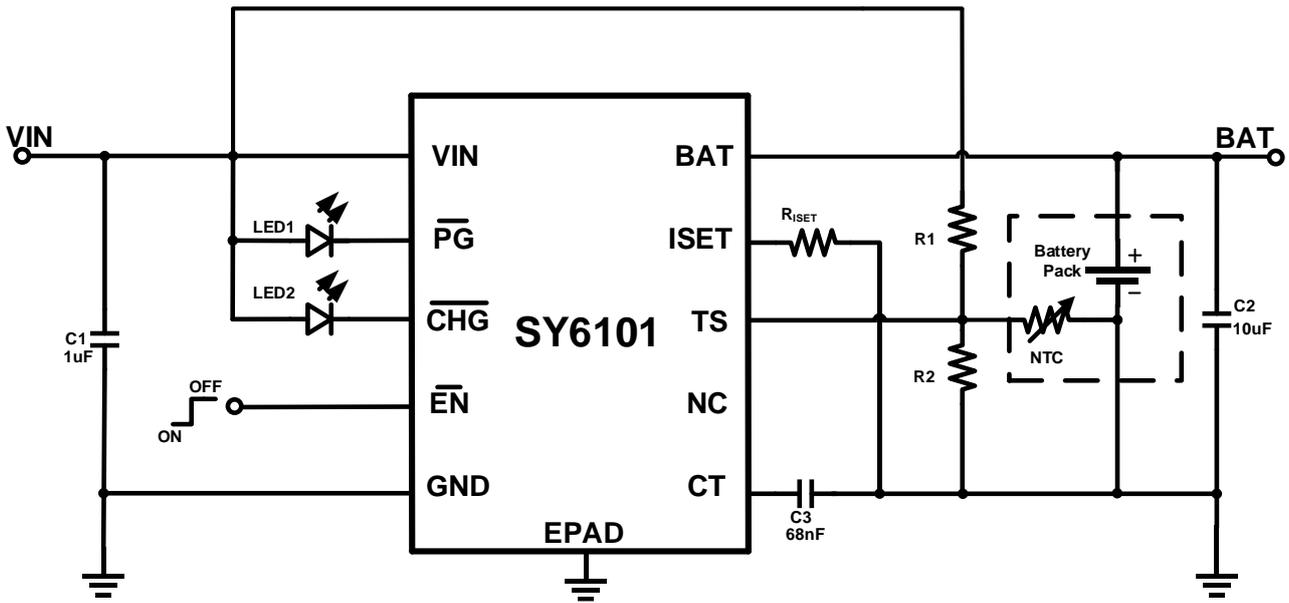

图 1 SY6101 典型应用电路 1
注: (1)图 1 使用 TS 为标准 NTC 功能应用: 对应 SY6101-DLNRS, SY6101-DFNRE, SY6101-DUNRS, SY6101-DLNRE;